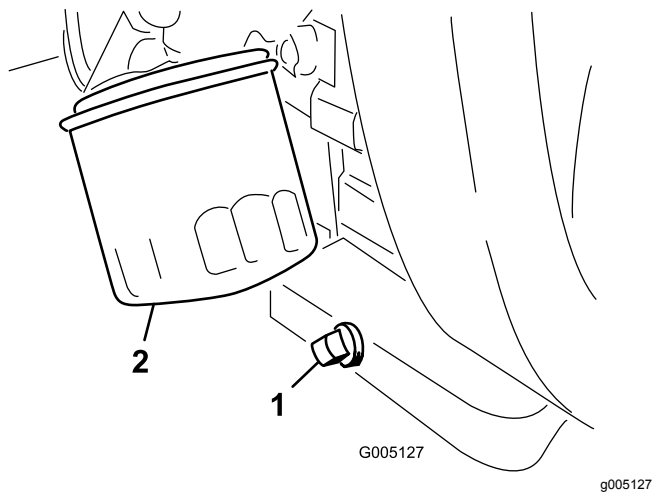

Figura 27
1. Togliete il tappo di spurgo (Figura 27) e lasciate defluire l'olio in una bacinella.
2. Pulite i filetti del tappo di spurgo, applicate sigillante PTFE e montate il tappo di spurgo (Figura 27).
3. Togliete il filtro dell'olio (Figura 27).